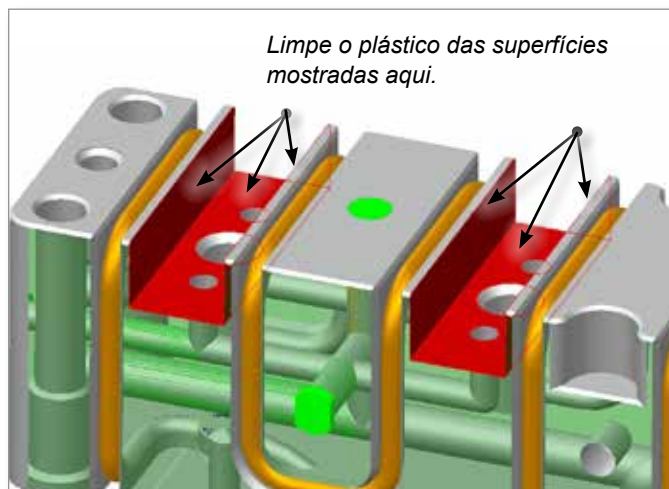

Figura 5-86 Remova o resíduo de plástico das superfícies
1. Limpe resíduos de plástico das superfícies da interface dos canais quentes. Veja a Figura 5-86.